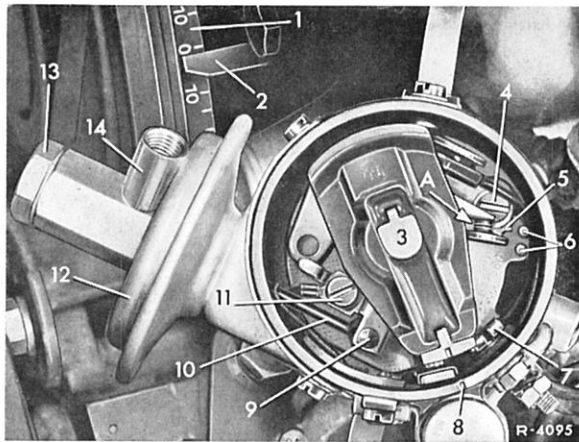

Bild 00-6/1
Dazu Zylinderschrauben (4 und 11) heraus-schrauben und Haltewinkel (9) entfernen. Mut-tern der Klemme 1 lösen und Kabelschuh (7) herausziehen (Bild 00-6/1).
Bei Zündverteilern mit Schutz-Kapsel (1) Schutzkapsel abnehmen (Bild 00-6/3).